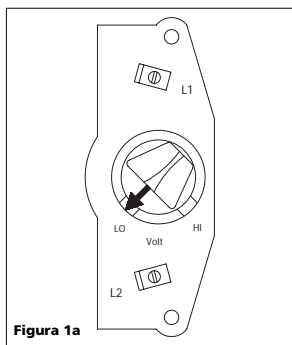

Figura 1a
- Retire la cubierta de la parte de atrás del motor para ver el selector de voltaje (Figura 1a).